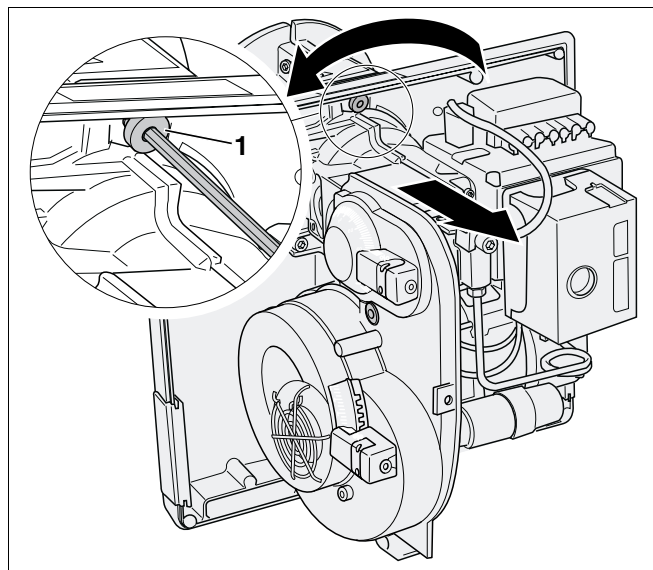

Fig. 18 Afmontering af brænder med grundplade
- Løsn serviceskruen en halv omgang med en unbrakonøgle (4 mm) (fig. 18, **pos. 1**).
- Skru brænderen venstre om, og træk den ud af brænderrøret (fig. 18).